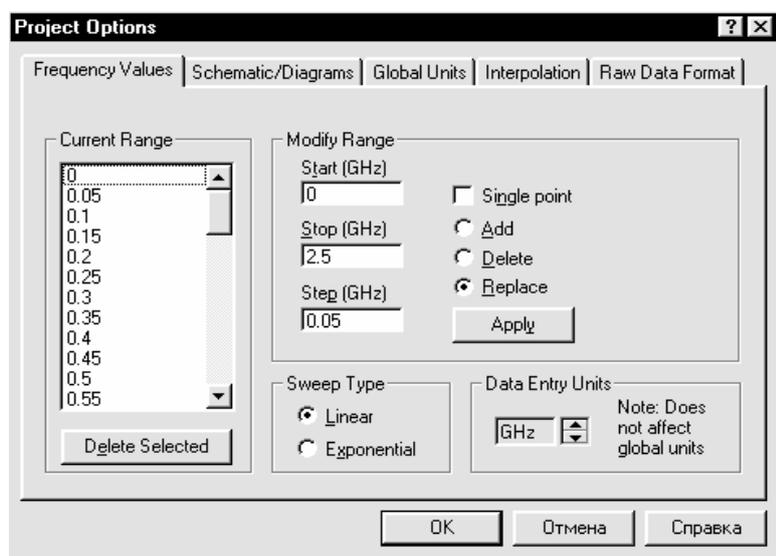

Рис. 3.30
Frequency Value, как показано на рис.3.30. Нажмите **Apply**.
3. Установите единицы измерения, как показано на рис. 3.30.